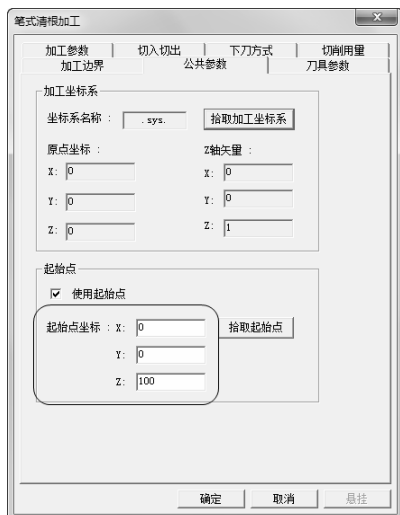

图 3-31 “公共参数”选项卡
6) 单击“公共参数”选项卡，勾选“使用起始点”，具体“起始点坐标”参数数值如图 3-31 所示。